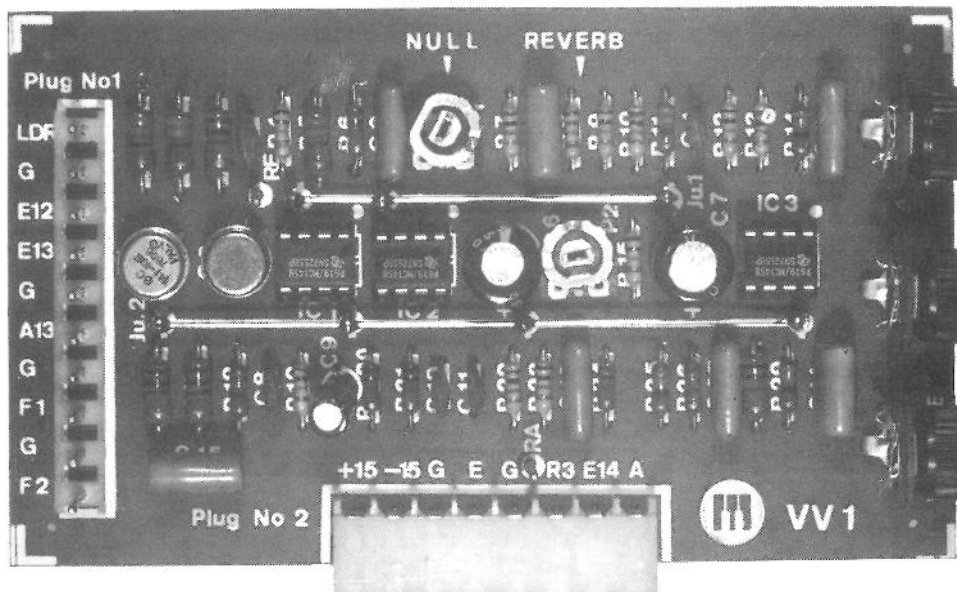
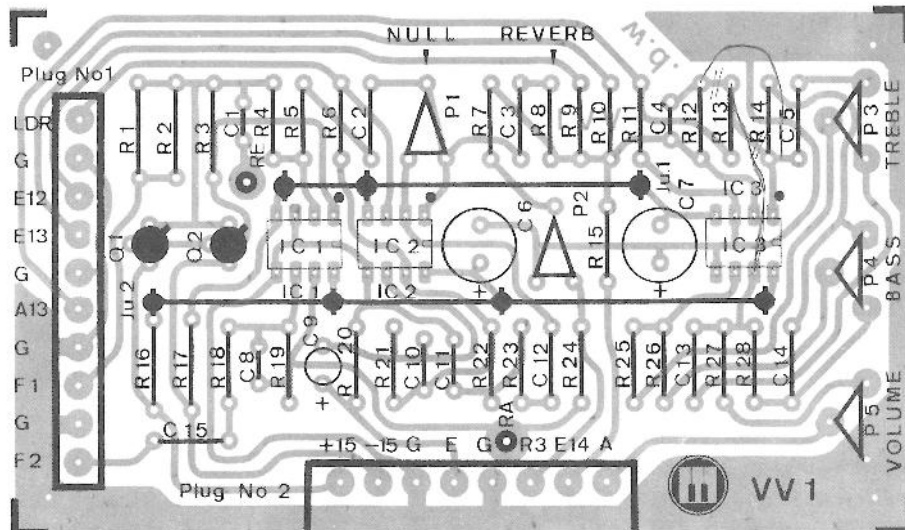

Abb. 7: Vorverstärkerplatine VV 1 mit Hallkanal
Abb. 10: Positionsdruck mit unterlegten Leiterbahnen der Vorverstärkerplatine VV 1
Ziehen Sie die Photos Abb. 7, 8 und 9 heran, um eventuelle Unklarheiten beim Bestücken zu beseitigen. Die Abb. 10 und 11 zeigen die Positionsdrucke mit unterlegten Leiterbahnen der beiden Platinen.
- () Stecken Sie die IC's aus Tüte Nr. 35 (WIC 1458) in die Sockel "IC 1" bis "IC 3" auf VV 1. Der IC 1 auf VV 1 ohne Hall entfällt. Orientieren Sie die IC's so, daß das markierte Ende mit dem Positionsdruck übereinstimmt. Beachten Sie die Abb. 10 im Fall, daß der Platinaufdruck durch den IC Sockel